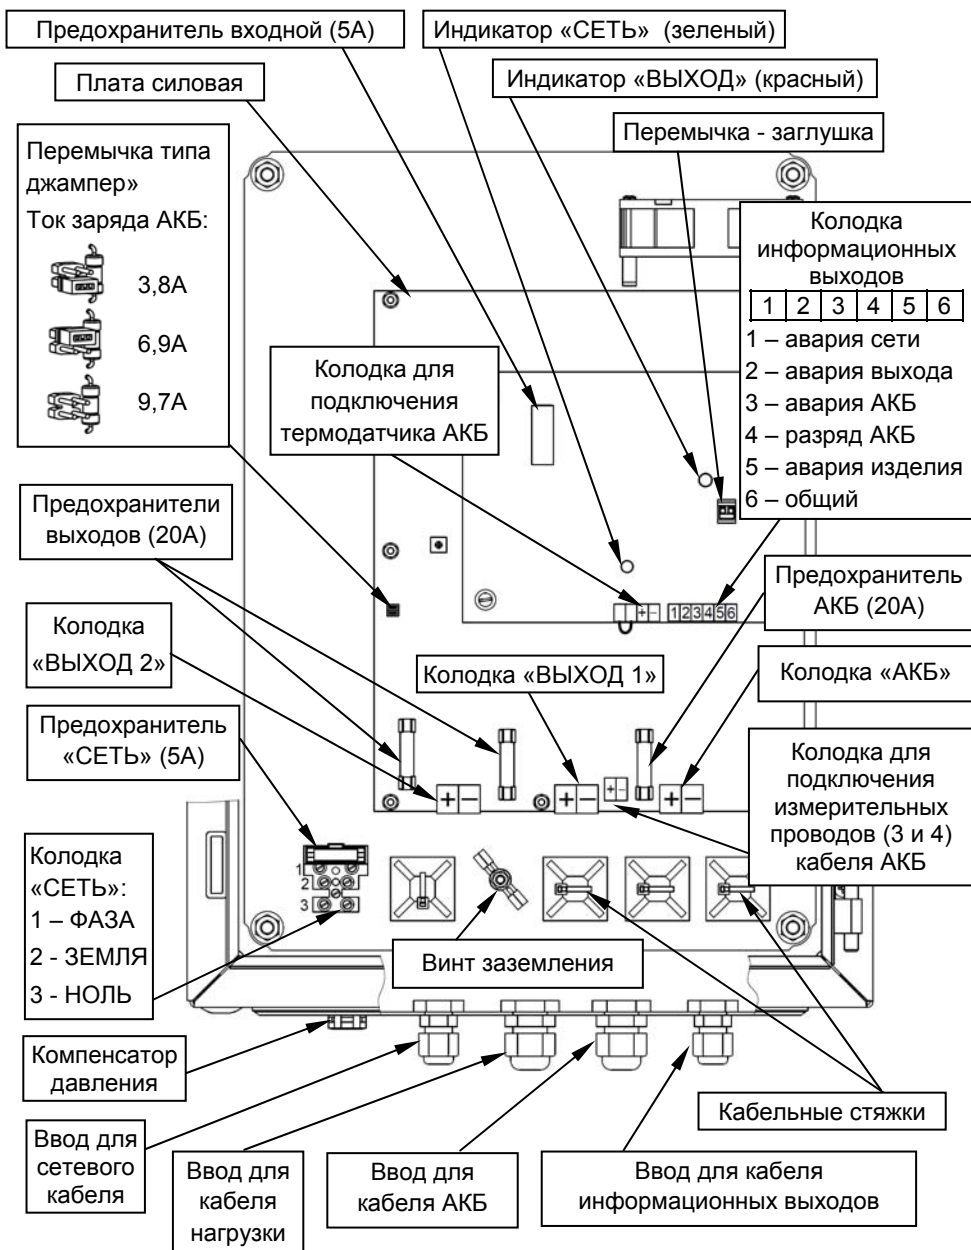

Рисунок 2 - вид изделия с открытой дверцей
Подвод проводов сетевого питания, выходной нагрузки и АКБ осуществляется через герметичные кабельные вводы, установленные на нижней стенке корпуса (см. рисунок 2). При открытой дверце осуществляется доступ к печатным платам изделия и расположенным на них предохранителям, перемычкам, клеммным колодкам и индикаторам «СЕТЬ» (зеленого цвета) и «ВЫХОД» (красного цвета).
Изделие обеспечивает ограничение тока заряда АКБ. Выбор одного из трех значений ограничения тока заряда АКБ осуществляется установкой/удалением соответствующей перемычки типа «джампер» (см. рисунок 2) в соответствии с рекомендациями таблицы 2.
Схемой источника предусмотрен разъем, контакты которого замкнуты предустановленной перемычкой-заглушкой (заводская установка). Разъем расположен на плате управления (см. рисунок 2) и предназначен для подключения внешнего управляющего контакта «ВЫХОД» (например: контакт внешнего реле, кнопки или тумблера).
Подключение внешних цепей к изделию в соответствии с назначением клемм подключения (см. рисунок 2) следует выполнять в следующей последовательности:
- провод заземления подключить к клемме 2 (ЗЕМЛЯ) на колодке «СЕТЬ» (см. рисунок 2).
- установить переключателями требуемое значение ограничения тока заряда АКБ (см. рисунок 2 и таблицу 2);